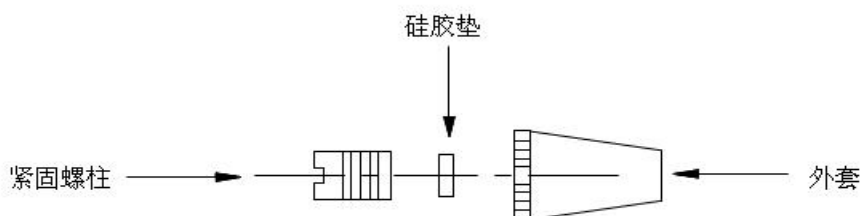

图4-4 进样塞装配图
(2) 将乳白色硅胶垫装入旋塞，用紧固螺柱均匀旋入（见图4-4）。